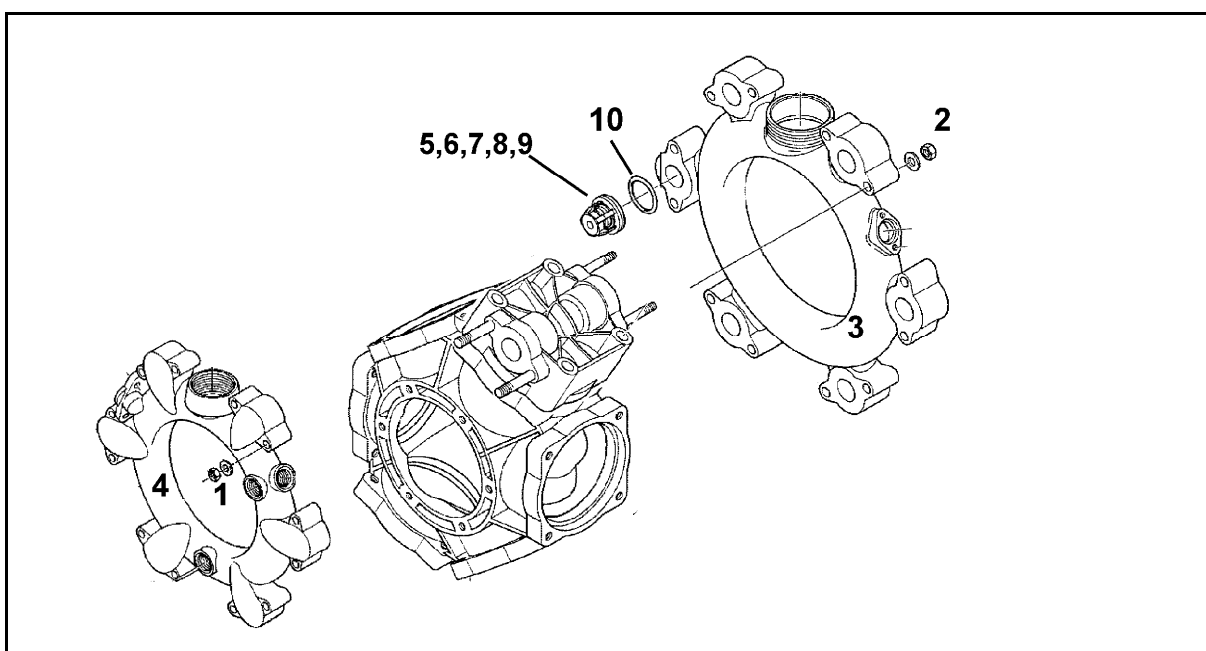

Fig. 175
1. Contrôlez si le niveau d'huile peut être lu au niveau du repère (Fig. 175/1) lorsque la pompe est à l'arrêt et à l'horizontale
2. Enlevez le couvercle (Fig. 175/2) et faites l'appoint d'huile si le niveau d'huile n'arrive pas au repère (Fig. 175/1).
2. Enlevez le couvercle (Fig. 175/2).
5. Faites tourner l'arbre d'entraînement à la main alternativement à droite et à gauche tout en versant lentement l'huile neuve. Le volume d'huile versé est correct lorsque l'huile arrive au repère (Fig. 175/1) dans le vase.
- Vérifiez la position de montage des clapets côté aspiration et côté refoulement, avant de retirer les jeux de clapets (Fig. 175/5).
- Au remontage, veillez à ce que les guides (Fig. 175/9) ne soient pas endommagés. Leur endommagement risque de provoquer le blocage des clapets.
- Les écrous (Fig. 175/1,2) doivent impérativement être serrés en étoile et au couple de serrage préconisé. Le non-respect de ces consignes peut entraîner des tensions contradictoires et par là-même, des fuites.
2. Retirez les écrous (Fig. 175/1,2).
3. Retirez les conduites d'aspiration et de refoulement (Fig. 175/3 et Fig. 175/4).
4. Retirez les jeux de clapets (Fig. 175/5).
5. Contrôlez l'état des sièges (Fig. 175/6), des clapets (Fig. 175/7), des ressorts (Fig. 175/8) et des guides (Fig. 175/9).
6. Retirez le joint torique (Fig. 175/10).
8. Remontez les jeux de clapets (Fig. 175/5) après les avoir vérifiés et nettoyés.
9. Mettez en place des joints toriques neufs (Fig. 175/10).
10. Bridez les conduites d'aspiration (Fig. 175/3) et de refoulement (Fig. 175/4) sur le carter de pompe.
11. Serrez les écrous (Fig. 175/1,2) en étoile au couple de **11 Nm**.